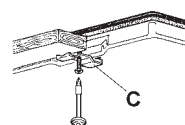

Fig.6
- Inserire e posizionare il piano cottura nell'apertura praticata nel mobile e bloccarlo con le viti dei ganci di fissaggio C (fig. 6).